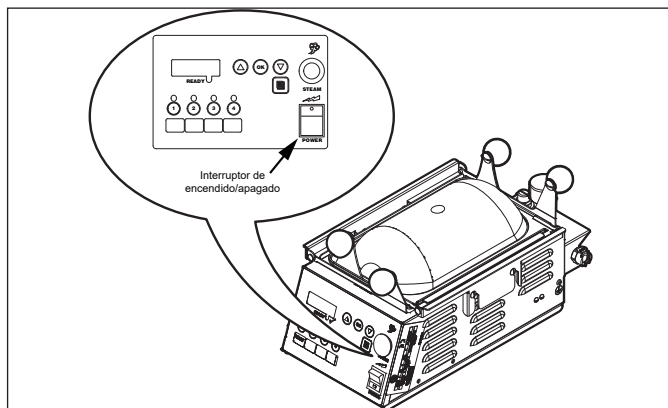

Figura 5. Panel de control e interruptor de encendido
1. Presione y mantenga así el botón **PROGRAM** hasta que aparezca "CYC" en la pantalla (Figura 5) luego suelte el botón **Program**.
NOTA: Para guardar cambios de programación, siempre presione el botón **PROGRAM** (Figura 5) tan pronto haga los cambios.